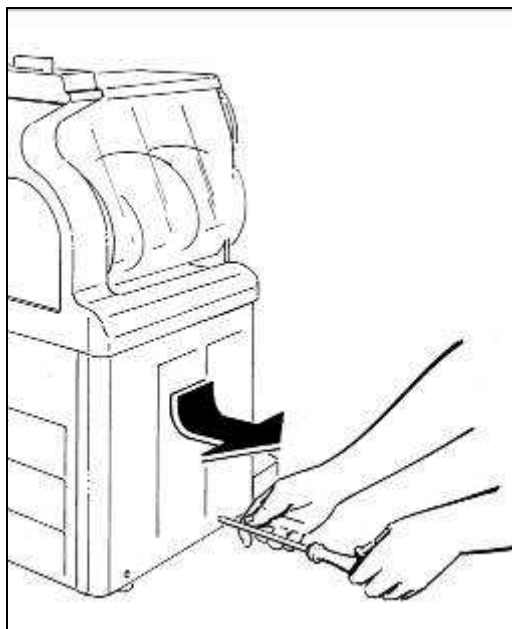

Fig. 40
- Per la GT2: rimuovere il pannello laterale sinistro svitando le due viti che lo trattengono nella sua parte inferiore (fig.40);